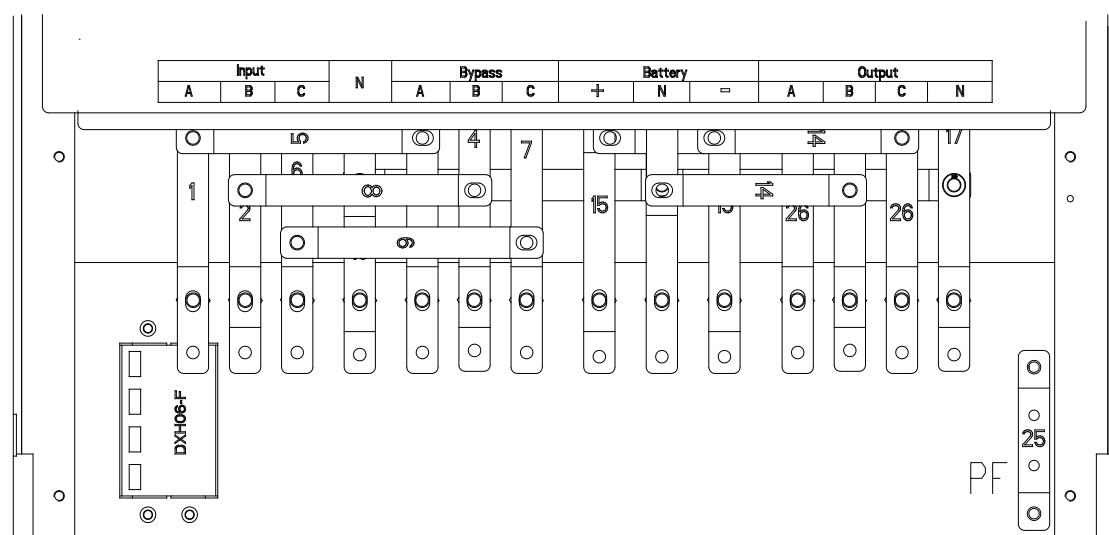

Рис.2-10 Клеммная колодка
2. Снимите защитную крышку силовых клемм. Расположение клемм ввода, вывода, батарей и защитного проводника показано на Рис.2-10.